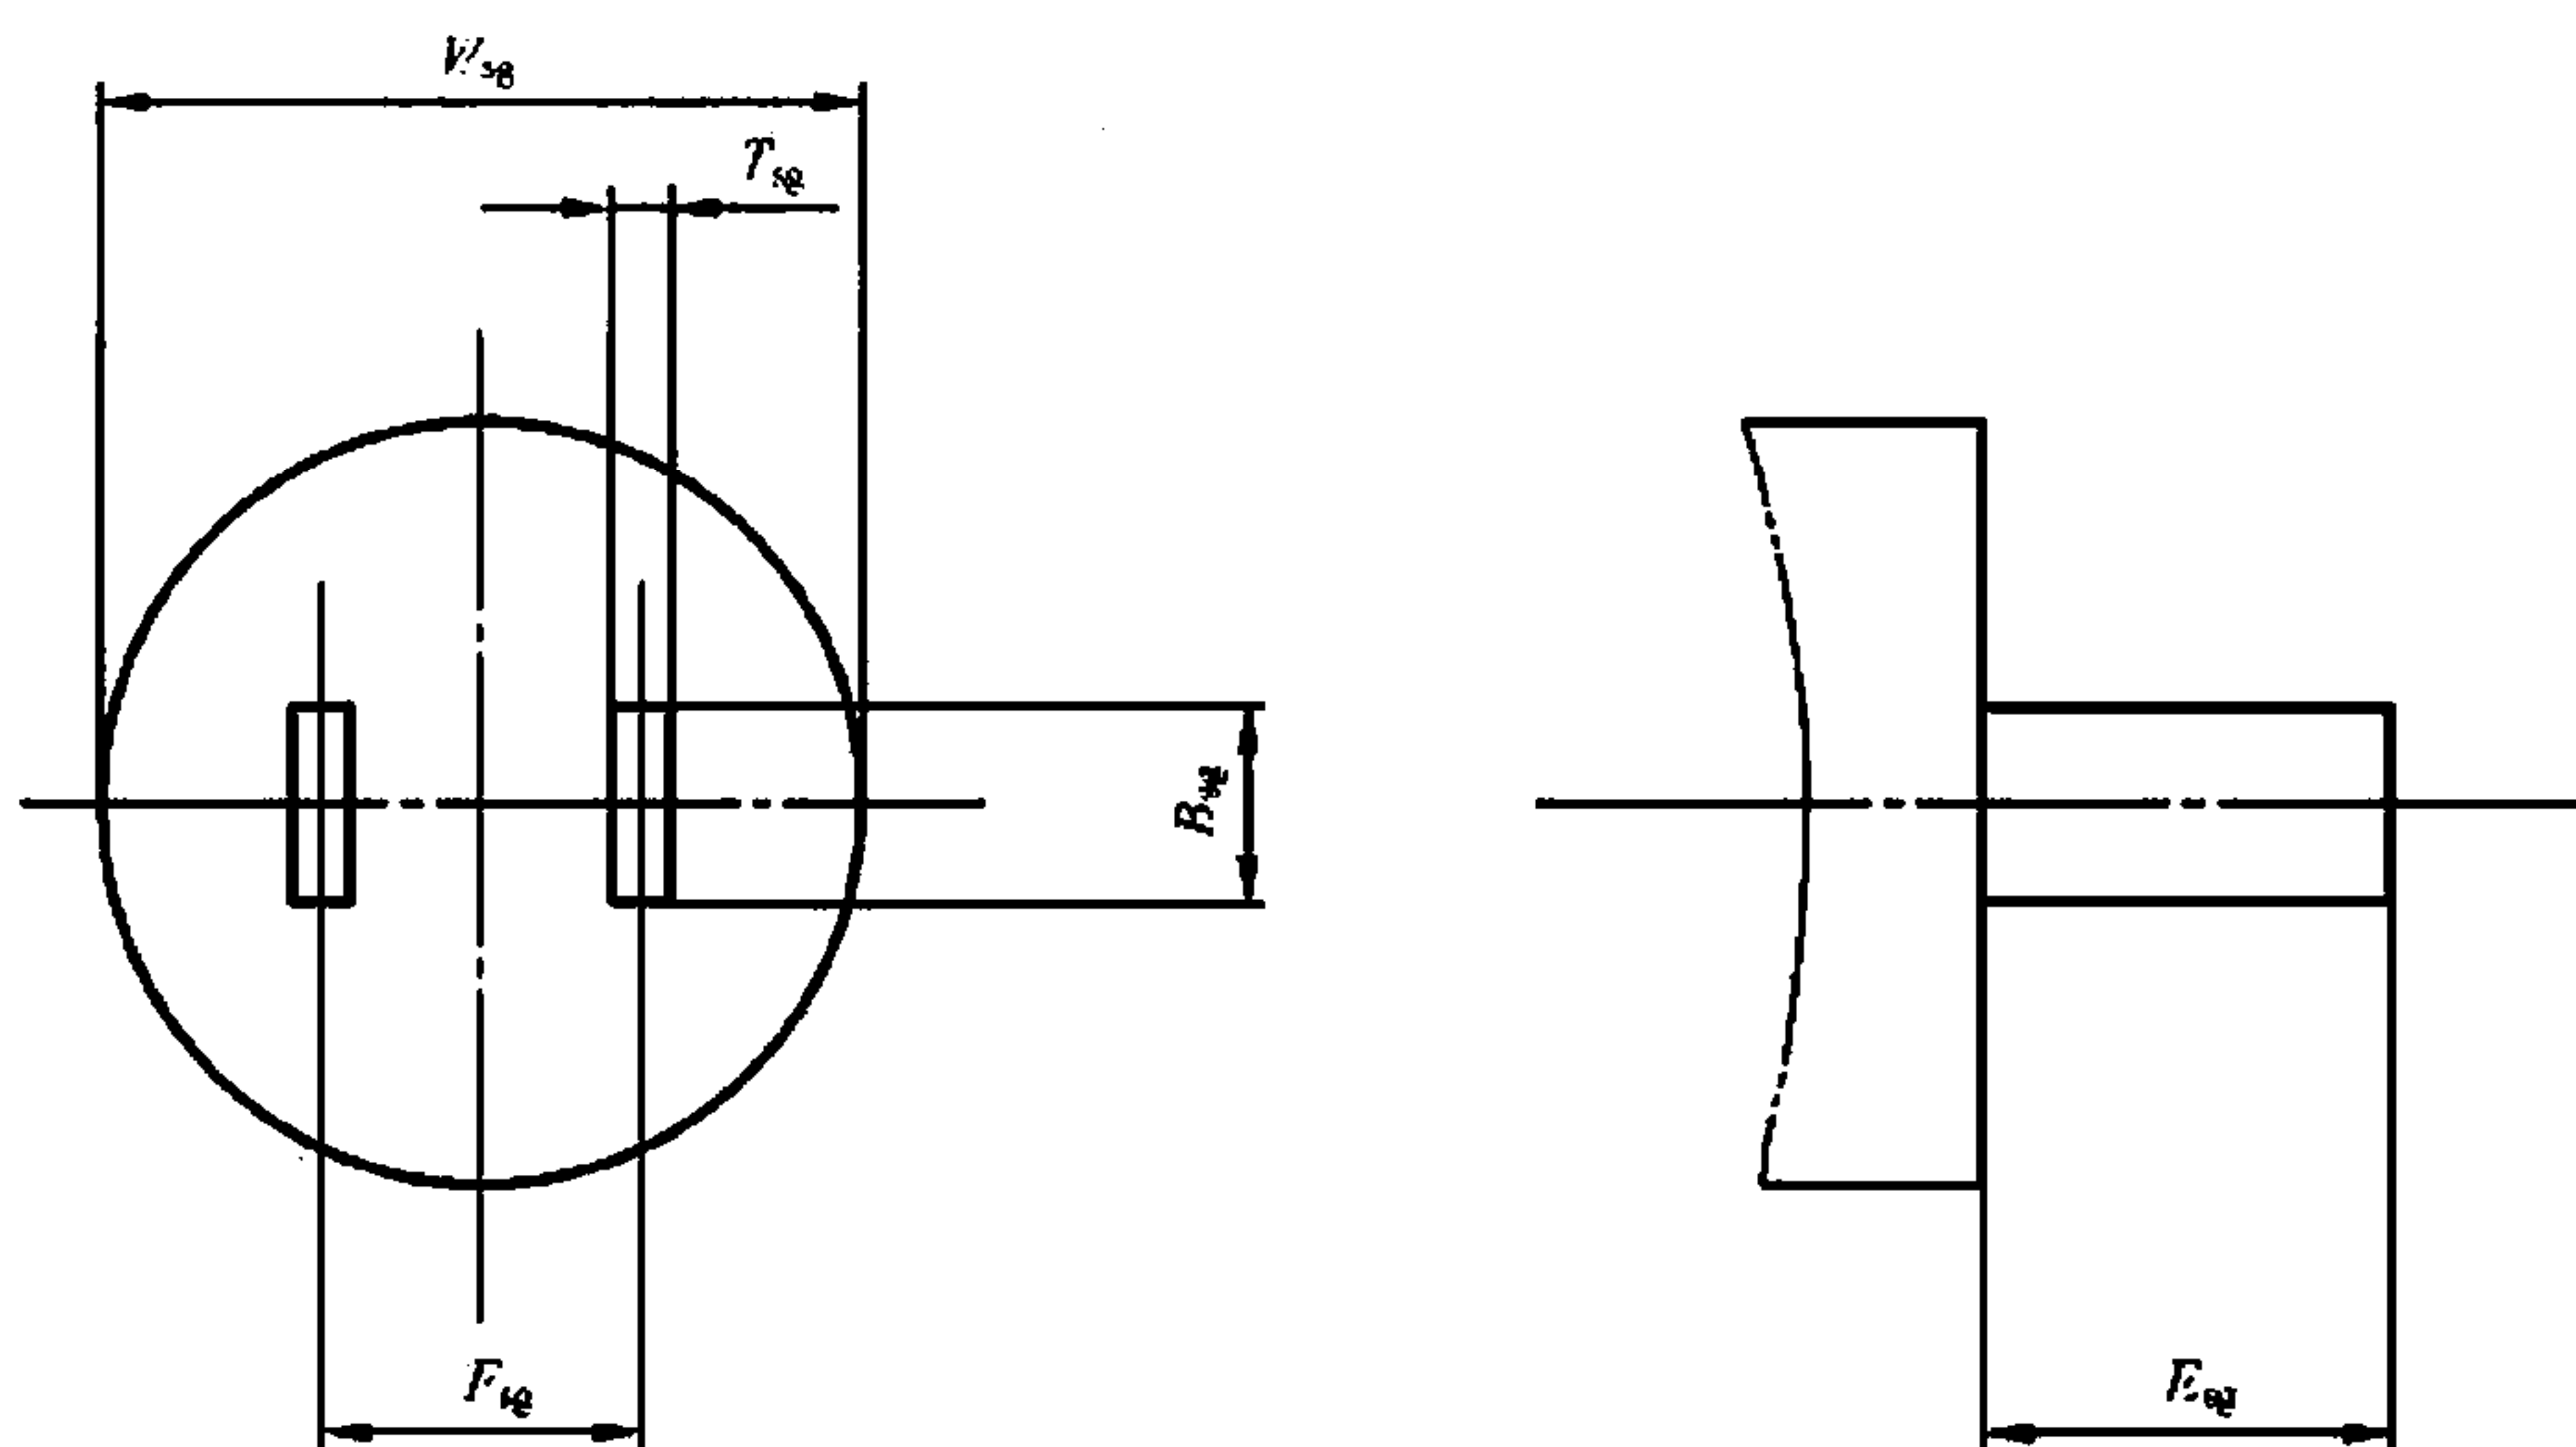

图 12 单相两极插座不接触规
5.5 单相插座中的插套(接地插套除外)离插合面的距离应不小于安全距离。检验这些尺寸应分别用图 12、表 12、图 16、表 16 规定的专用量规。